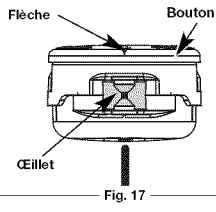

Fig. 17
- Alignez les flèches sur le couvercle du dessus de la tête de coupe avec les oeillets de la bobine extérieure, si ce n'est déjà fait. (Fig. 17)